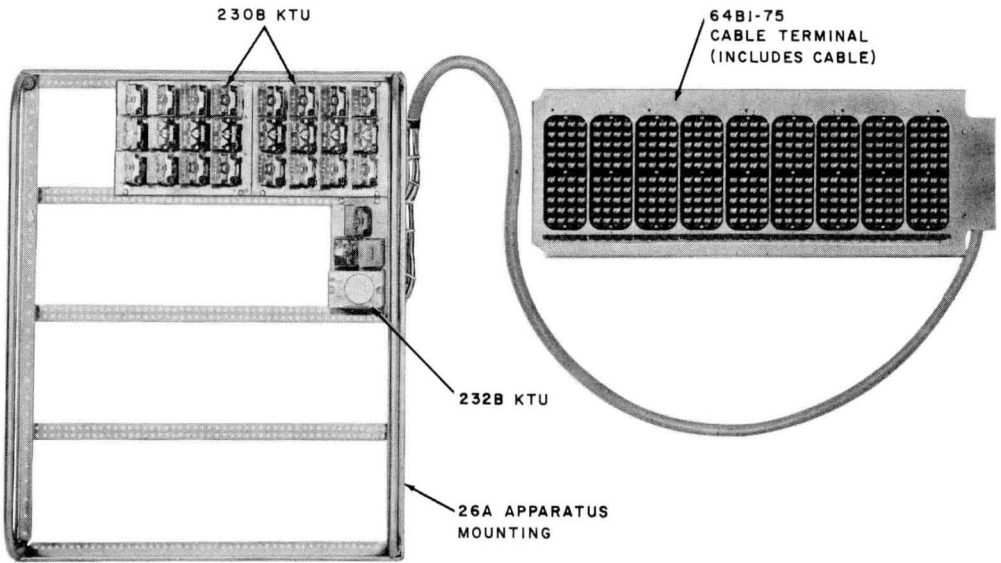

Fig. 2—200G8C KTU
2.13 *200G-Type KTU* (Fig. 2) provides: